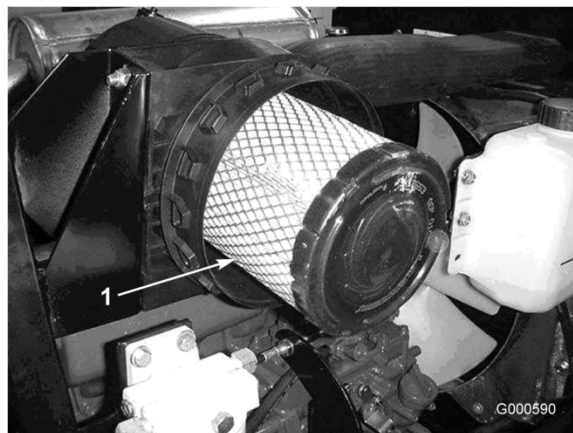

Figure 29
3. Déposez et remplacez l'élément primaire (Figure 29).